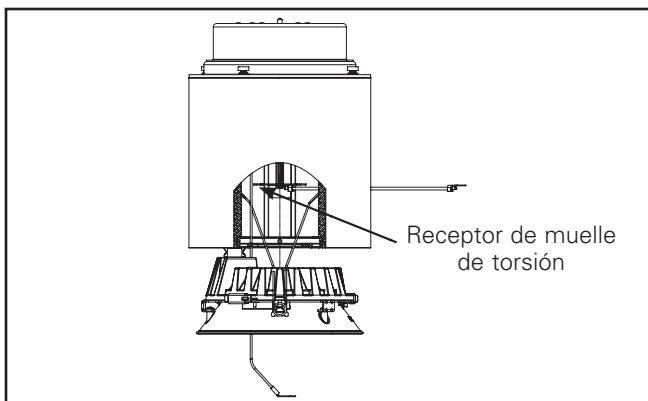

Figura 11
7. Para instalar el motor del LED y el conjunto del borde, inserte los muelles de torsión en los receptores correspondientes ubicados dentro del alojamiento. (Figura 11)